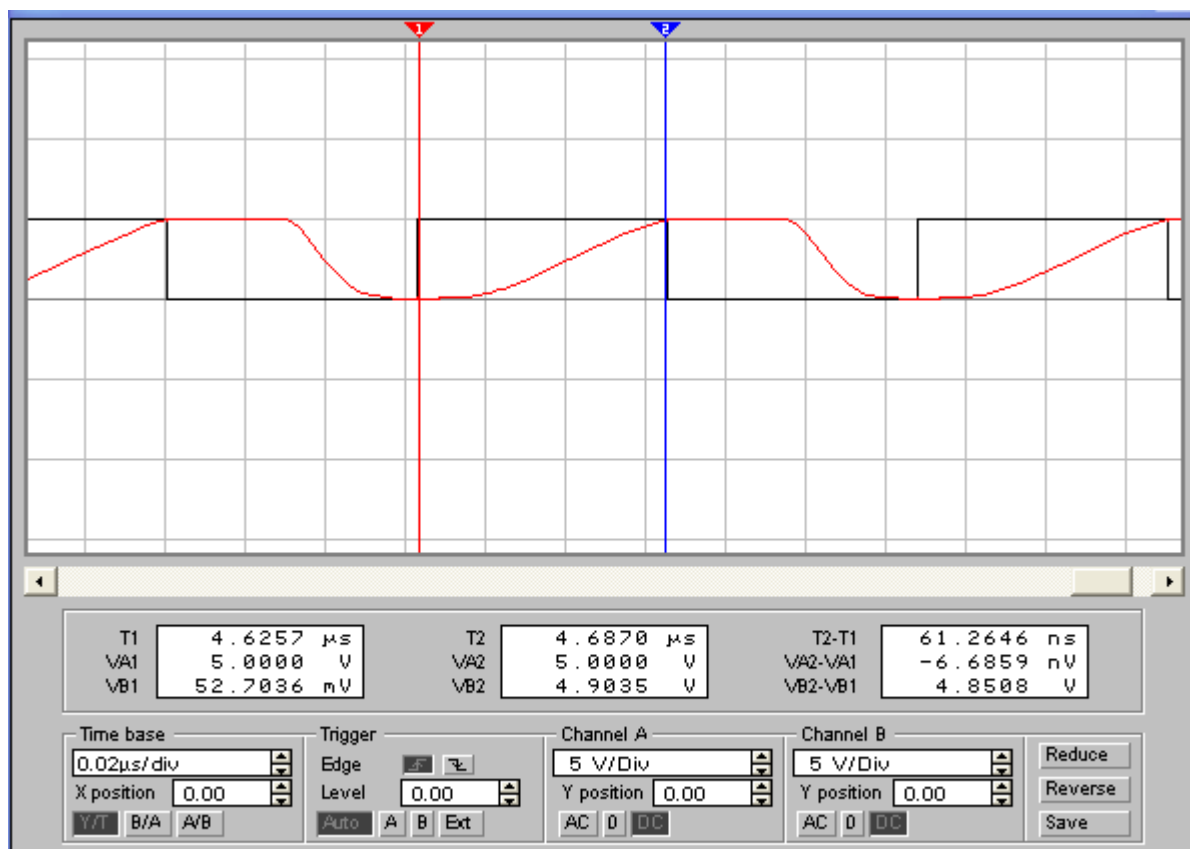

Рис. 7
4.3.8. Визначте граничну частоту $f_{гр}$, яка відповідає насиченню S_1 , для чого збільшіть частоту у віконці Frequency 1 MHz до того значення, доки тривалість τ не співпадає з тривалістю імпульсу (рис. 7). Щоб сигнал зберігав прямокутну форму, необхідно після кожного встановлення частоти вимкнути, а потім знову увімкнути стенд тумблером